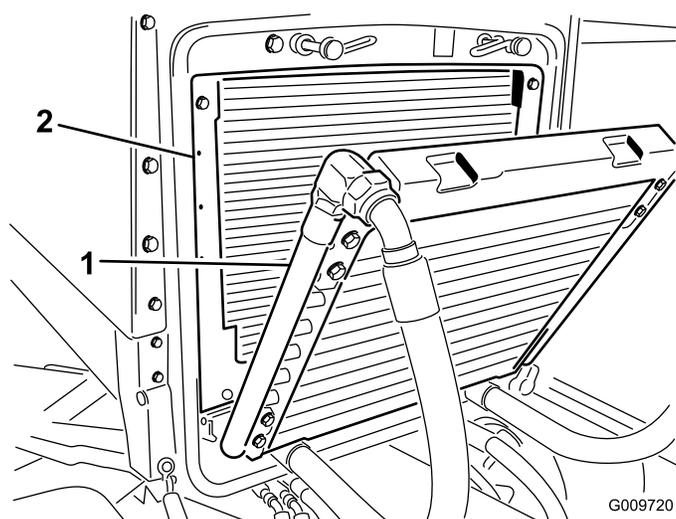

Figura 78
3. Gire el enfriador hacia atrás. Limpie a fondo ambos lados del enfriador de aceite y la zona del radiador (Figura 78) con aire comprimido. Empezando en la parte delantera, sople los residuos hacia la parte trasera. Luego, limpie desde atrás, soplando los residuos hacia adelante. Repita este procedimiento varias veces hasta eliminar todos los residuos.